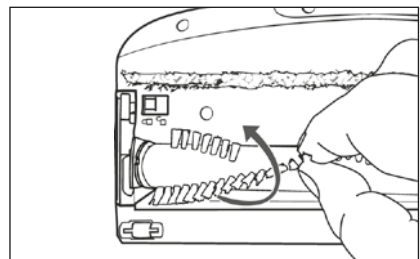

Fig. 25
- 3) Retirez le rouleau brosse **21** par les poils de la brosse de sol **22**. Tournez légèrement le rouleau brosse **21** pour pouvoir le retirer plus facilement (voir fig. 25).